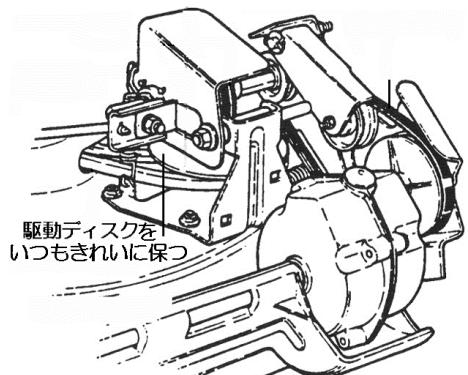

図5-3
2. フィルプラグを外した穴から中を覗いて、ギアの上までグリースがなければスナッパー'00'グリースを補充します。駆動ディスクの上にグリースをこぼさないでください。オイルがこぼれたら(17ページ)に従って駆動ディスクを清掃してください。 (図5-3)